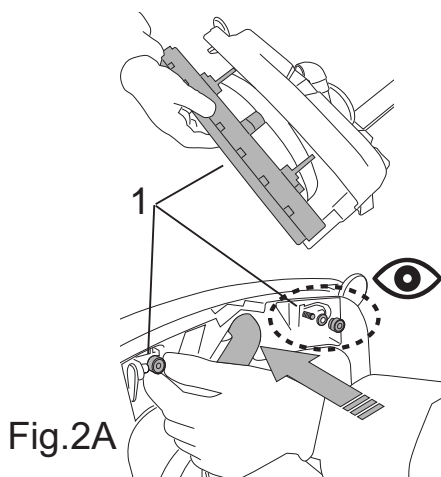

Fig.2A
- Installera den främre gummiskrapan (bild 2A-ref.1).